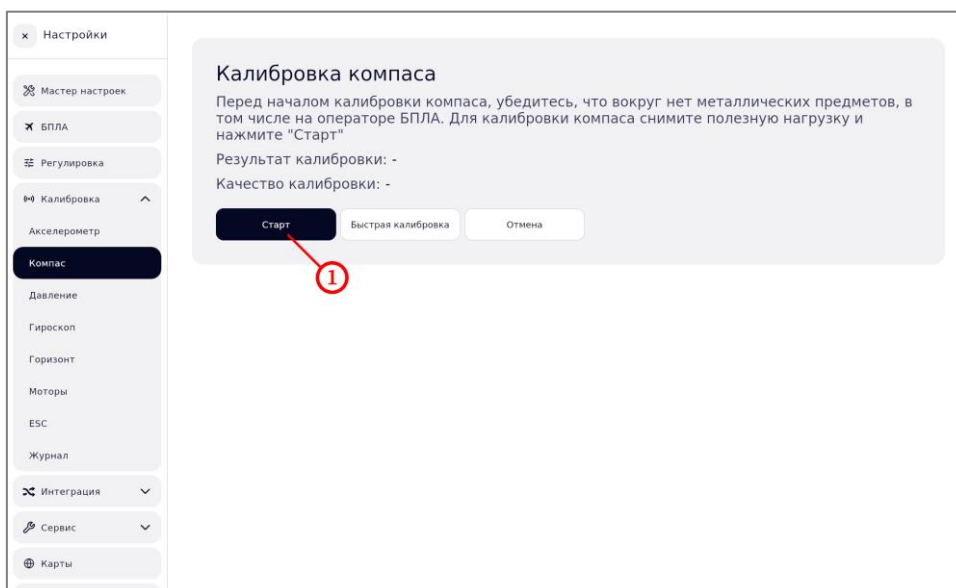

Рисунок 43 – Экран калибровки компаса
2. Нажать на кнопку «Старт» (рисунок 43, шаг 1).